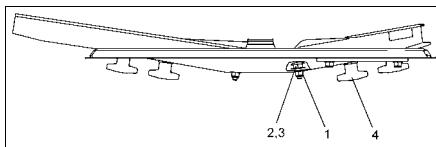

Fig. 39
- Den selvåsende møtrik (Fig. 39/1) spændes af.
- Fladskiven (Fig. 39/2) og bræddebolten (Fig. 39/3) fjernes.
- Fløjmmøtrikken (Fig. 39/4) spændes løs og spredskovlen skiftes ud.
- **Den selvåsende møtrik (Fig. 39/1) skal spændes således, at spredskovlen kan drejes med hånden.**